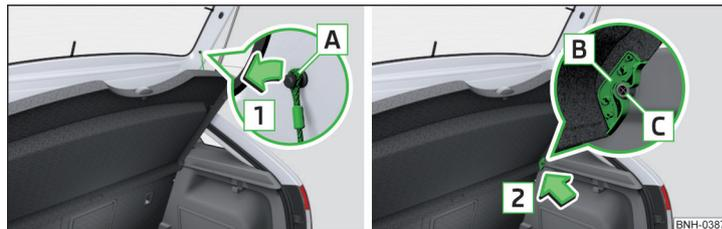

Abb. 91 Gepäckraumabdeckung herausnehmen
Sind die Haltebänder **A** » Abb. 91 an der Gepäckraumklappe eingehängt, dann wird beim Öffnen der Klappe die Gepäckraumabdeckung (nachstehend nur Abdeckung) mit angehoben.
- Auf den beiden Seiten der Gepäckraumklappe die Haltebänder **A** in Pfeilrichtung **1** aushängen » **Abb. 91**.
- Die Aufnahmen **B** an der Abdeckung über die Bolzen **C** stellen » **Abb. 91**.